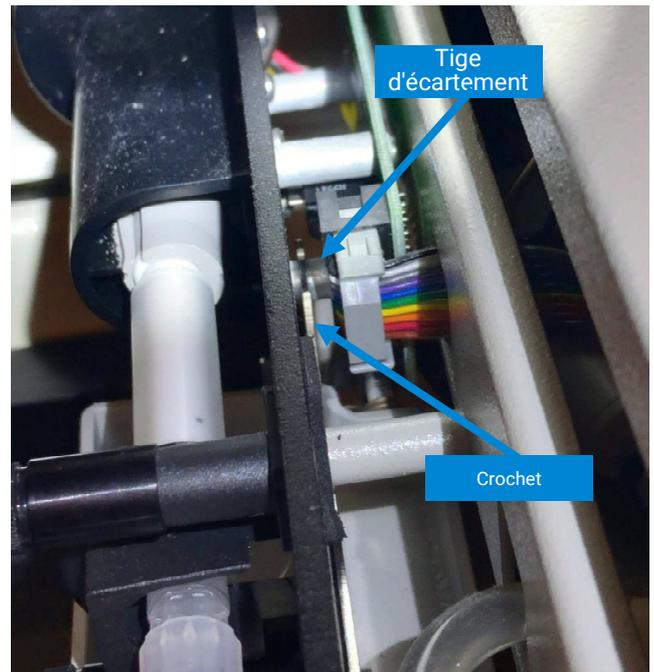

Figure 6.
- Avec la main droite, faites glisser la partie en forme de crochet du support du plateau de seringue sur la tige d'écartement, Figure 6